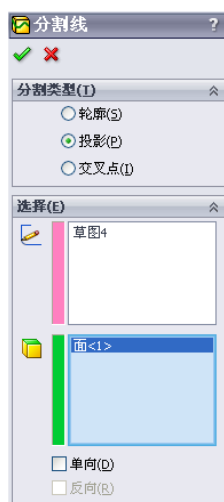

图 10-179 进行分割线操作
10) 生成“分割线”特征。单击“特征”工具栏中的（分割线）按钮，或选择“插入”→“曲线”→“分割线”菜单命令，弹出“分割线”属性管理器中，在分割类型中选择“投影”，在“要投影的草图中”栏中选择“圆”草图，在“要分割的面”栏中选择实体的上表面，如图 10-179 所示，单击（确定）按钮，完成分割线操作。